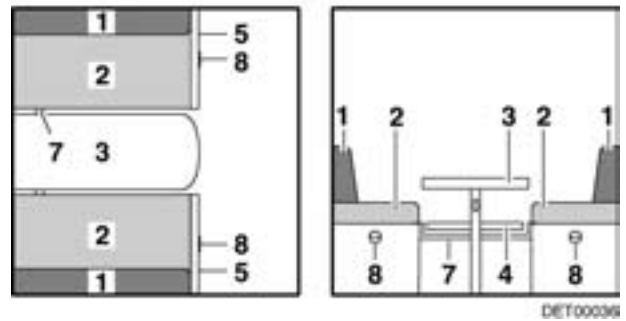

Bild 84 Vor dem Umbau
- Tisch (Bild 84,3) vergrößern und zum Bettunterbau umbauen (siehe Abschnitt 7.7).
- Leiste (Bild 84,7) einlegen oder nach innen ziehen. Die Leiste ist richtig positioniert, wenn sie die Tischplatte ca. 15 - 20 cm hinter dem Tischfuß abstützt.
- Griff (Bild 84,8) ziehen und Klappe (Bild 84,5) öffnen.